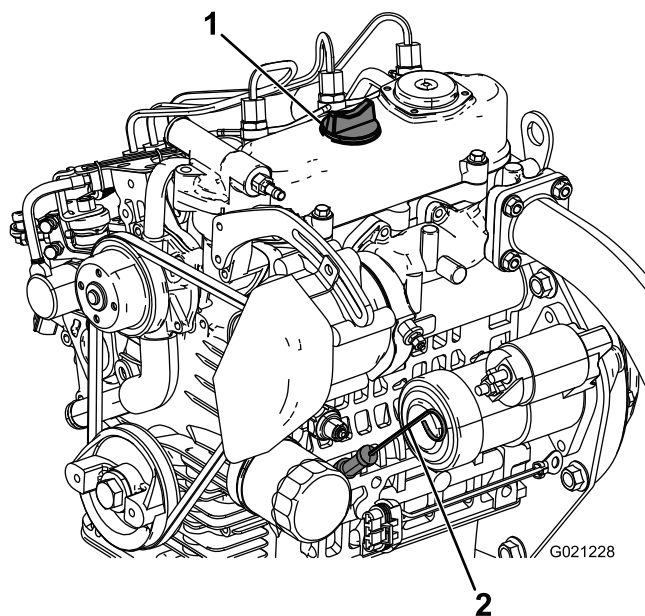

Figure 13
2. Retirez la jauge (Figure 13) et essuyez-la sur un chiffon propre. Remettez la jauge dans le tube en l'enfonçant
3. Si le niveau est trop bas, retirez le bouchon de remplissage (Figure 13) et ajoutez la quantité d'huile nécessaire pour amener le niveau au repère maximum de la jauge.